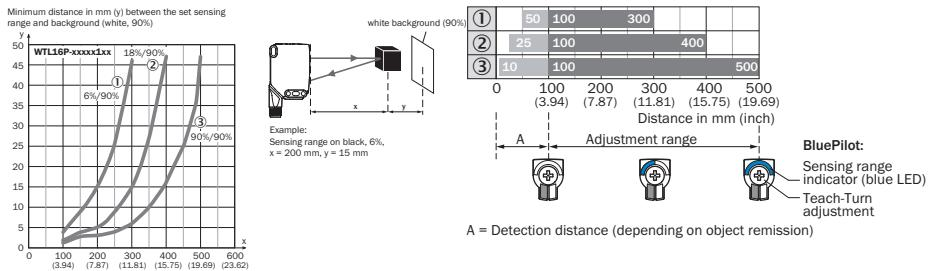
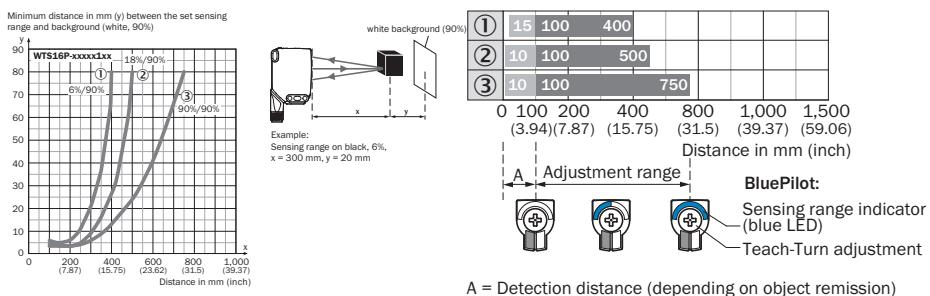

図 100: 特性曲線 1、WTL16P-xxxxx1xx,
図 101: 特性曲線 1、WTS16P-xxxxx1xx,
使用条件の点検: 検出距離と対象物または背景までの間隔、ならびに対象物の反射率を対応する図 [参照図 100、図 101] と照らし合わせます (x = 検出距離、 y = 設定した検出距離と背景 (白 90%) 間の最小距離)。反射率: 6% = 黒色 ①、18% = 灰色 ②、90% = 白色 ③ (DIN 5033 に準拠した白)。当社では、反射率が低い対象物を使用して設定を行うことを推奨しています。
背景抑制用の最小間隔 (= y) は、図 [図 100 ①] に基づいて以下の通り求めることができます: